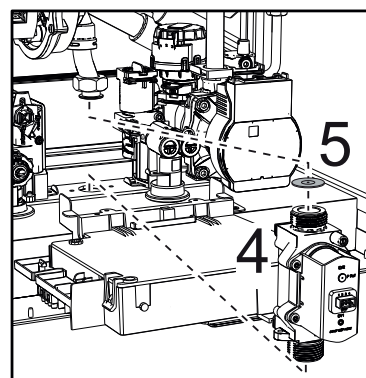

Abb. 52 -
- Das Gasventil "4" und die Gasmembrane "5" herausziehen ("Abb. 52 -").